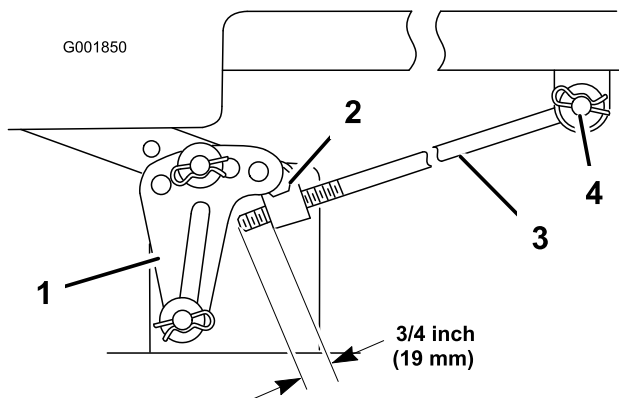

Figura 54
5. Misurate la sporgenza dell'asta dal blocco di regolazione ai lati del telaio (Figura 54).
6. Se l'asta **non** è lunga 19 mm, togliete la coppiglia a forcina e la rondella dall'estremità dell'asta di regolazione (Figura 54) e girate l'asta fino ad ottenere la lunghezza di 19 mm.